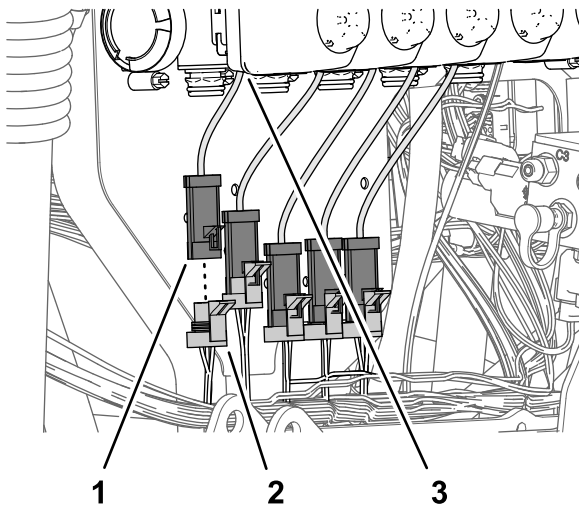

Figure 115
2. Branchez le connecteur à 3 douilles (Figure 115) de la branche de 89 cm du faisceau du kit étiquetée NOZZLE VALVE 1 au connecteur
3. Branchez le connecteur à 3 douilles (Figure 115) de la branche de 89 cm du faisceau du kit étiquetée NOZZLE VALVE 2 au connecteur à 3 broches de l'actionneur de vanne (position 2).
4. Branchez le connecteur à 3 douilles restant de la branche de 89 cm du faisceau du kit au connecteur à 3 broches des actionneurs de vanne (Figure 115).